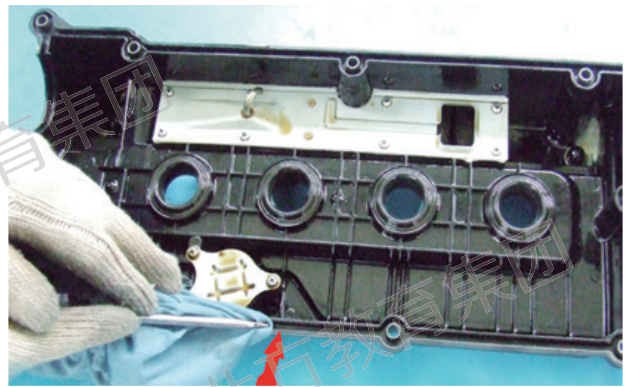

图 10
(10) 清理气门室盖及火花塞导筒密封圈油污。如图 10 所示。